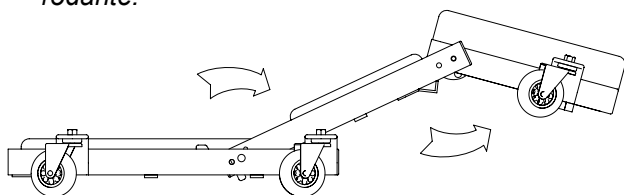

Figura 9: configuración de la plataforma rodante
3. Ajuste los soportes bisagra de ruedecilla para que las ruedas tengan buen contacto con el suelo. Desbloquee los pasadores de seguridad con resorte, luego invierta los pasos 1 y 2 como se muestra en la Figura 9, para convertir el asiento de plataforma rodante en la plataforma rodante.